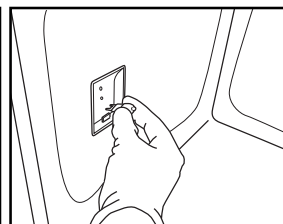

Рис. 8
4. Замените лампу (тип лампы см. в примечании) (Рис. 8).